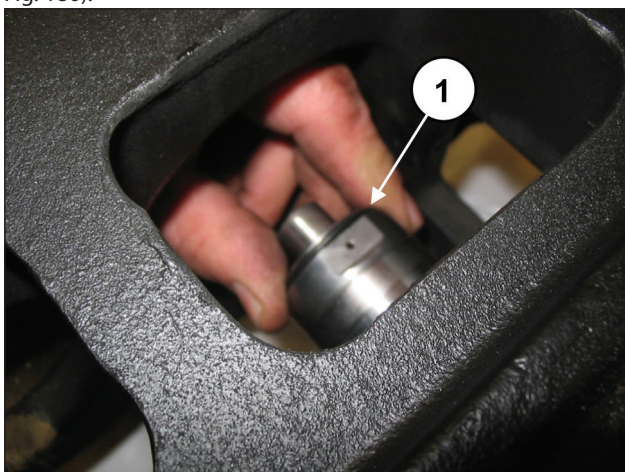
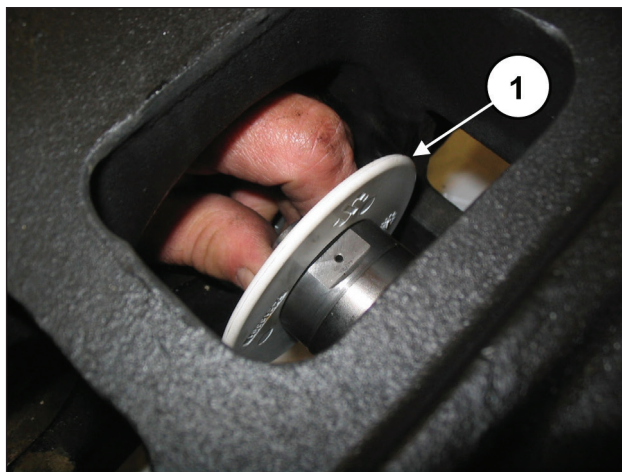

Fig. 179
Fig. 180
Calibre os parafusos com chave dinamométrica, conforme indicado no capítulo 3. Posicione a proteção contra respingos composta pelo O-ring no compartimento na guia do pistão (pos. ①, Fig. 179 e Fig. 180).